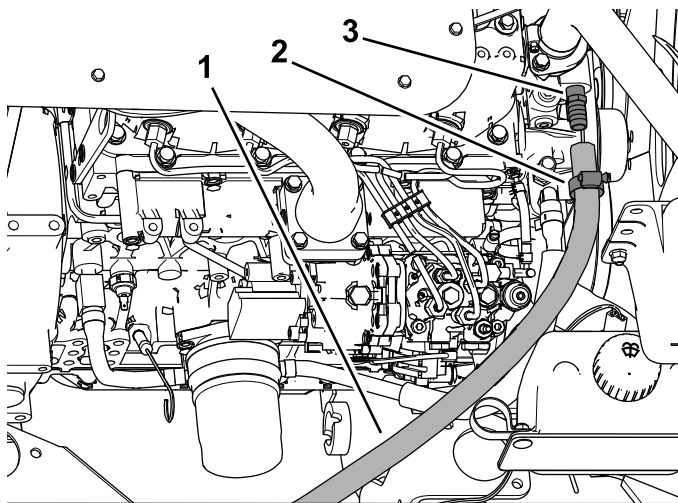

Figura 37
5. Fate scorrere la fascetta stringitubo sul flessibile di mandata e poi inserite il flessibile sopra il raccordo (3/8 NPT x 0,625 dentellato) come illustrato nella Figura 37.